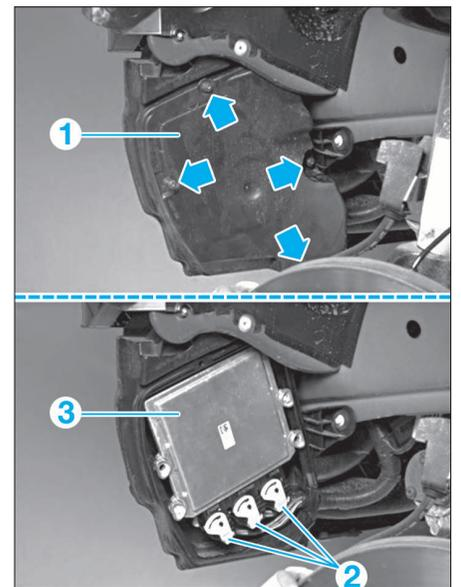

FIG. 25
- les 4 vis du couvercle au dos du résonateur (Fig.25).
- le couvercle (1).
- Débrancher le calculateur en commençant par le connecteur gris, puis marron et noir (2).
- Déposer le calculateur (3).